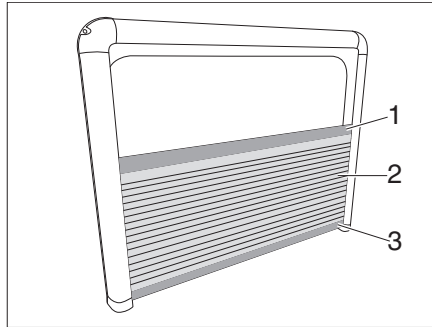

Fig. 76 Persiana, plisada
- Tirar de la persiana oscurecedora (Fig. 76,2) hacia arriba por el listón superior (Fig. 76,1) y desplazarla hacia abajo por el listón inferior (Fig. 76,3).
- Desplazar el listón superior (Fig. 76,1) hacia abajo. La mosquitera protege la ventana abierta.
- desplazar el listón inferior (Fig. 76,3) hacia arriba. La mosquitera no protege la ventana abierta.